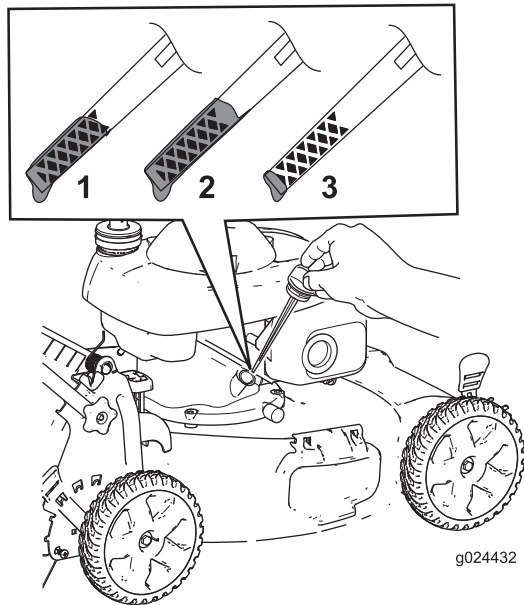

Figura 8
2. Retire la varilla girando el tapón en el sentido contrario a las agujas del reloj y tirando del mismo (Figura 8).
5. Observe en la varilla el nivel de aceite (Figura 8).